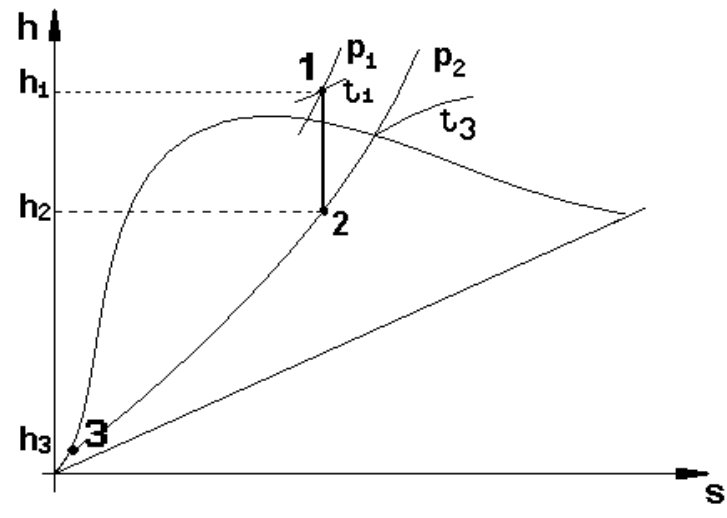

Рисунок 14 – Изображение процесса расширения пара в паровом двигателе на  $hs$ -диаграмме
**Теоретический паросиловой цикл** (цикл Ренкина). Для определения основных величин цикла – термического КПД, работы 1 кг пара, удельных расходов пара и тепла - достаточно на диаграмме изобразить линию расширения пара в паровом двигателе 1-2 (рис. 14).